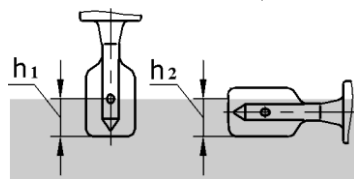

Рисунок 1
**1.2.2** Глубина срабатывания (включения) **СУ** в нормальных условиях при погружении от кромки лопаток камертона до уровня контролируемой среды (среды большей плотности, см. рисунок 1), мм:
Дискретный сигнал – изменяется скачкообразно при пересечении уровня срабатывания (п.1.2.2 и рисунок 1).